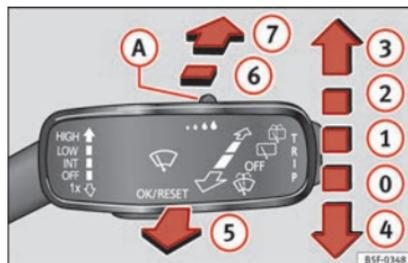

Fig. 140 O manípulo do limpa-vidros.
- Se desejar apenas limpar o para-brisas **rapidamente** desloque o manípulo para baixo, até à posição **4** » » Fig. 140.
- Empurre o manípulo para cima, até à posição **1** » » Fig. 140.
- Empurre o manípulo para cima, até à posição **2** » » Fig. 140.
- Empurre o manípulo para cima, até à posição **3** » » Fig. 140.
- Puxe o manípulo para o volante, posição **5** » » Fig. 140, para pôr em funcionamento o lava para-brisas e o limpa para-brisas.
- Pressione o manípulo para a frente até à posição **6** » » Fig. 140, o limpa-vidros traseiro é acionado em intervalos de 6 segundos.
- Pressione o manípulo completamente para a frente até à posição **7** » » Fig. 140, o limpa-vidros e o lava-vidros funcionam simultaneamente.
- Mova o manípulo até à posição **0** » » Fig. 140.
Se estiverem ligados os médios ou os máximos e mover o manípulo até à posição **5** » » Fig. 140, ativa por um breve período os lava-faróis. Os lava-faróis são também acionados a cada 10 vezes que se ative o lava para-brisas.